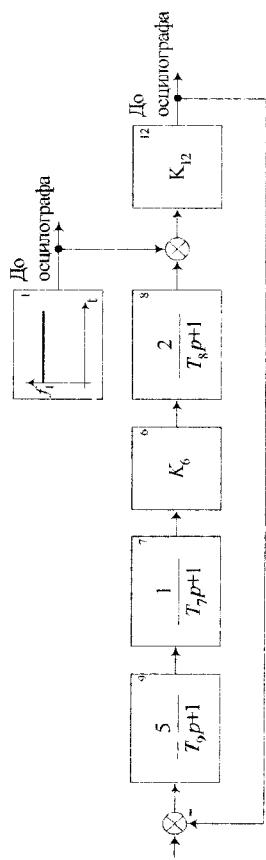

Рис. 9
- Зібрати динамічну модель системи стабілізації напруги генератора постійного струму з вугільним регулятором за схемою, що зображена на рис. 9.